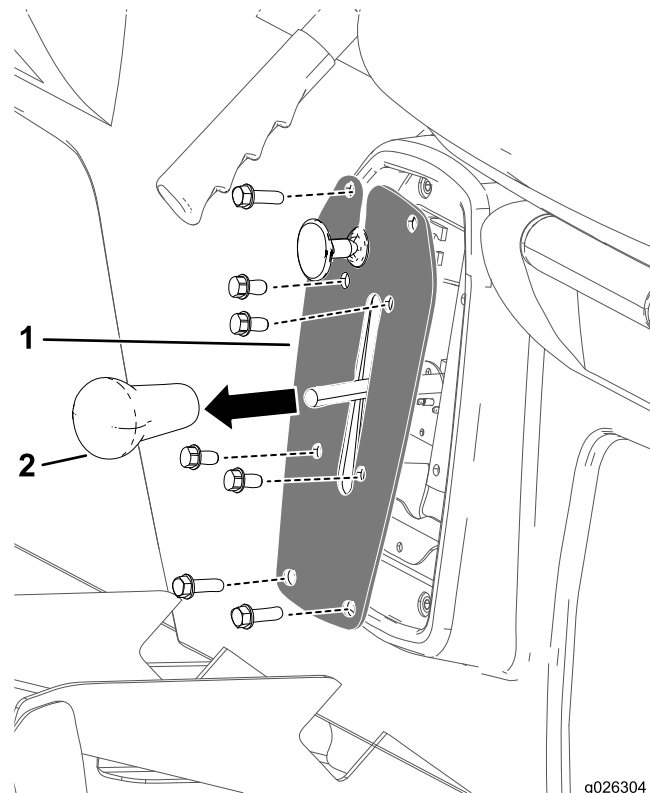

Рисунок 49
1. Снимите рукоятку с рычага переключения передач (Рисунок 49).
2. Выверните 4 болта крепления пластины переключения передач к консоли механизма переключения передач (Рисунок 49).
3. Выверните 4 болта крепления пластины переключения передач к основанию сиденья и снимите пластину переключения передач (Рисунок 49).
4. Наверните рукоятку рычага переключения передач и затяните ее рукой (Рисунок 49).